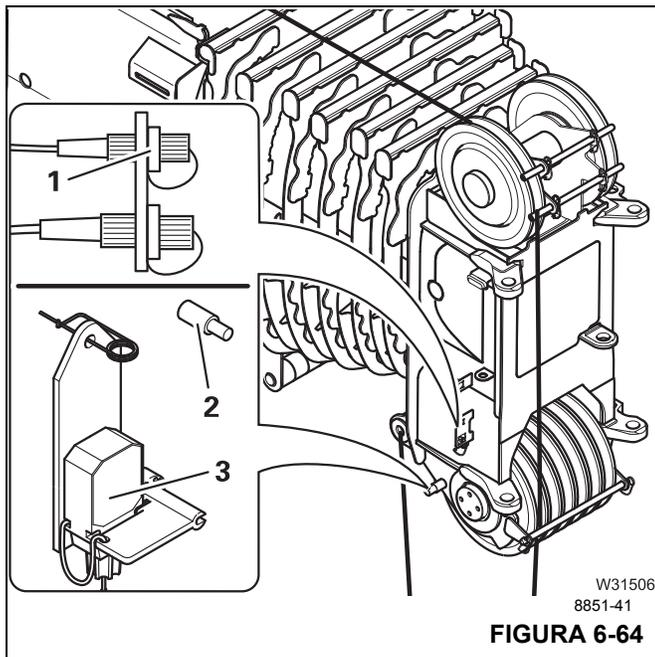

FIGURA 6-64
- Retire el enchufe y cierre el receptáculo con la tapa protectora (1, Figura 6-64).
- Retire el interruptor de prevención del contacto entre bloques (4) de la escuadra (2).
- Sujete el pasador de retención (3) al interruptor de prevención del contacto entre bloques.